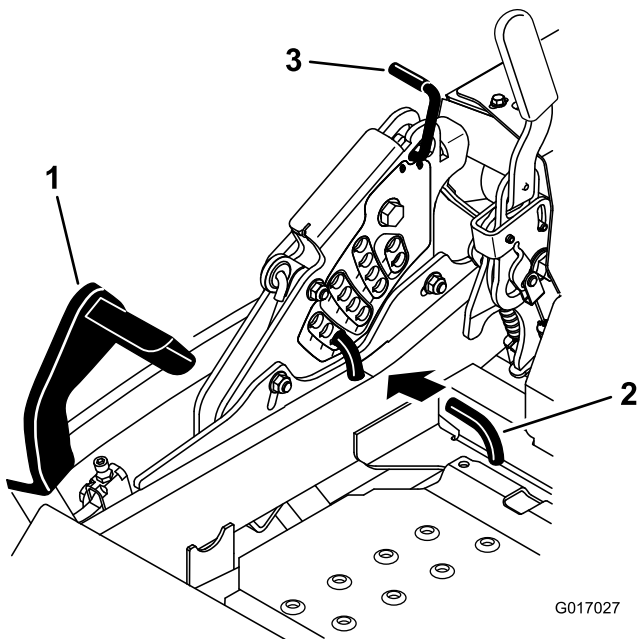

Figure 87
5. Enfoncez la pédale de relevage du tablier de coupe au maximum pour verrouiller le tablier à la position de transport de 14 cm (5.5 po) (Figure 87).